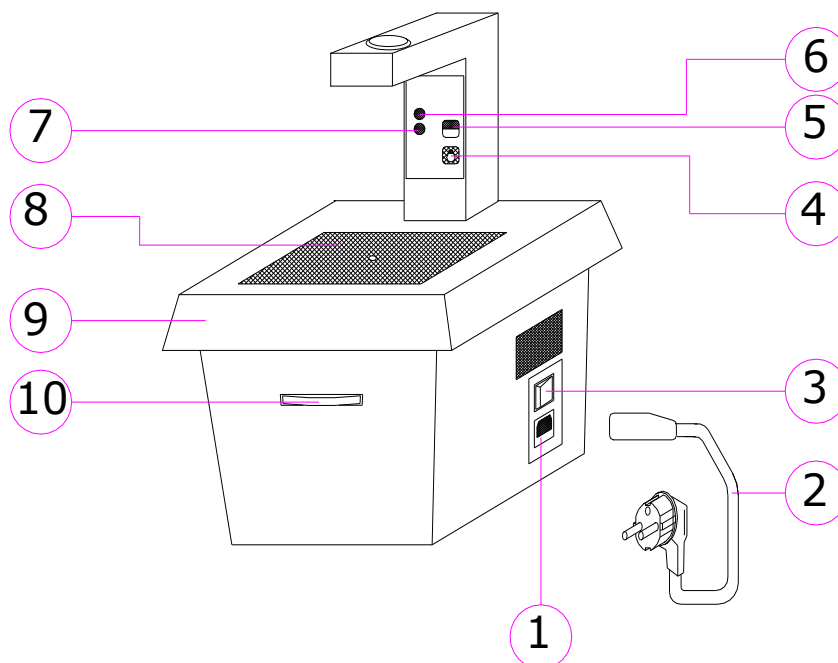

FIG 2
3.1 -Descrizione dei comandi (Fig. 2)